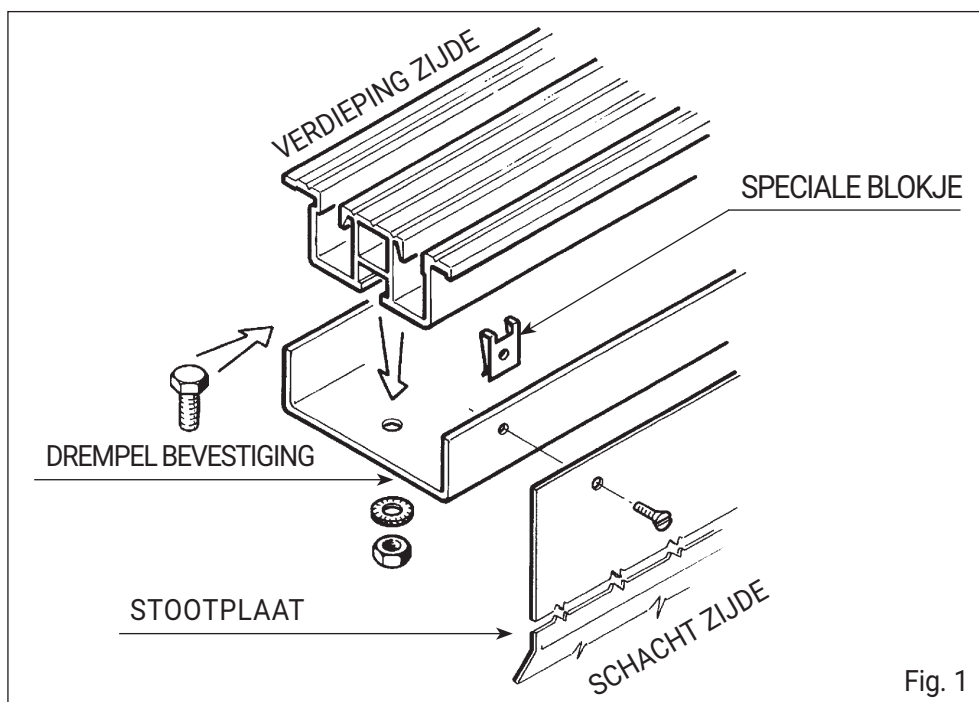

Fig. 1
De geleidingsslof (2) wordt op de geleidingssteun (1) omlaag geschoven en gemonteerd door een lichte druk uit te oefenen, totdat deze inhaakt onder de twee tanden (3) (Fig. 2). Voor de demontage is het voldoende om de geleidingsslof van de onderzijde te schuiven en vervolgens uit de geleidingssteun (1) te nemen (Fig. 1).